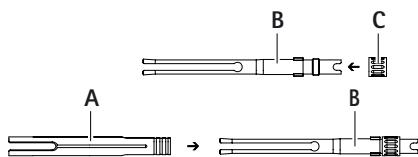

Rys. 9
- Odkręcić nakrętkę D od tulei wewnętrznej E, patrz Rys. 9.